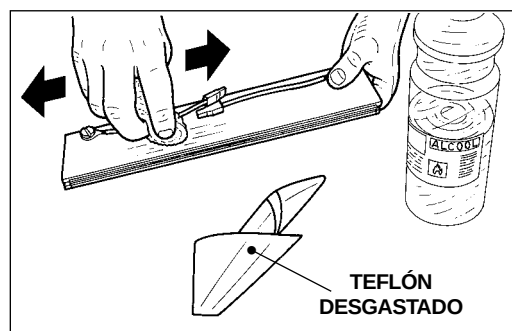

Fig. 3
- 4) Tomar y tirar hacia arriba el cojinete situado debajo de la barra (B, Fig. 3).
- 3) limpiar la barra soldadora con alcohol (Fig. 3);